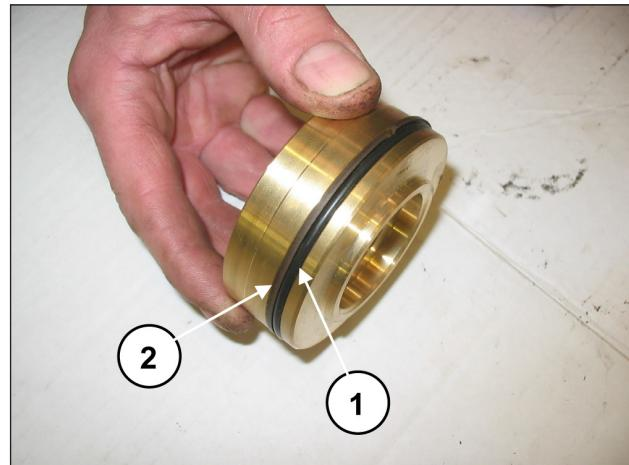

Fig. 131
Montare O-ring, pos. esploso n. 17 (pos. ①, Fig. 131) e anello antiestrusione, pos. esploso n. 21 (pos. ②, Fig. 131) sul tappo valvola da mandata.